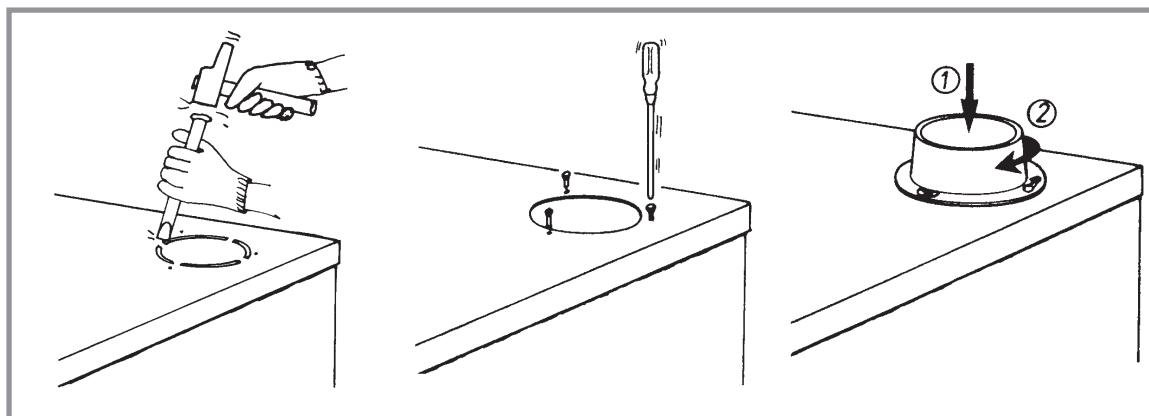

Figure 13 - Montage des buses d'air chaud
- Découper la(les) plaque(s) d'obturation (fig. 13).